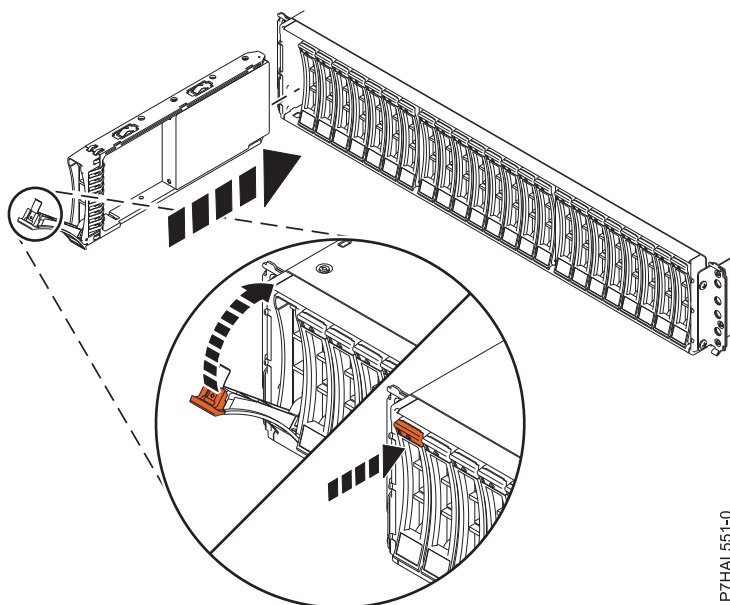

Figura 4. Instalar ou substituir a unidade de disco no 5887 suporte de unidades de disco
2. Com a pega na posição de desbloqueio, como demonstrado em Figura 4 na página 6, apoie a parte inferior da unidade à medida que a alinha com as calhas de guia no suporte para a unidade.
4. Bloqueie a unidade ao rodar a pega do compartimento **(A)** na direcção demonstrada em Figura 4 na página 6.